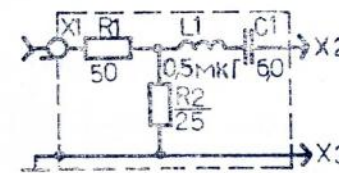

Рис. 6.
6.6.1. Подайте от генератора ВЧ сигнал частотой 65,3 МГц с девиацией частоты $\pm 15 \text{ кГц}$ через согласующее звено (рис. 6) на гнезда наружной ЧМ антенны (XS1). Установите указатель настройки в приемнике в правое крайнее положение, подстроечный резистор R2 (А4) — в положение минимального сопротивления. Настройтесь катушкой L3 (А5) по максимальному напряжению на выходе приемника. Установите указатель настройки приемника в левое крайнее положение и проверьте частоту перестройкой генератора ВЧ — частота должна быть не менее 74,5 МГц.